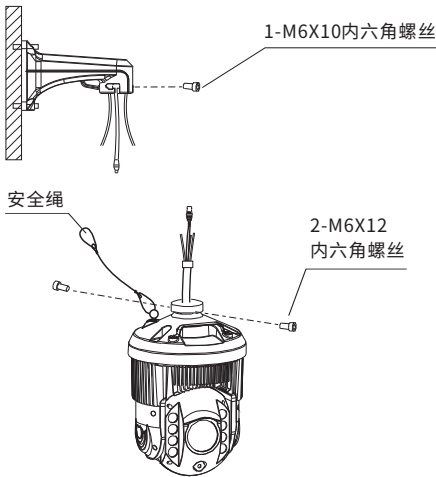

图2.3
4. 连接线从壁装支架的内腔引出；在附件包中找出3颗内六角螺丝，其中2颗M6×12内六角螺丝，安装于球机接头处M6螺纹孔中，1颗M6×10内六角螺丝安装到壁装支架上的M6螺丝孔处，3颗螺丝先别拧紧；找出安全绳，一头扣于球机吊环处。（如图2.3所示）